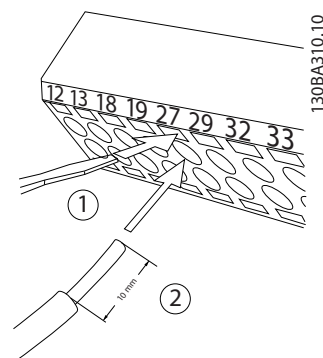

図 2.16 コントロール配線の接続
1. 図 2.16 で示されるように、小型のドライバーを接点の上あるいは下側のスロットに挿入して、接点を開きます。